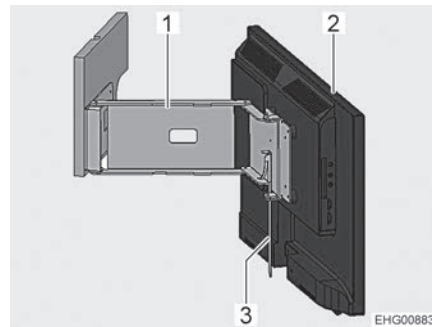

Bild 95 Flachbildschirm am Gelenkarm
- Den Hebel (Bild 95,3) umlegen. Der Gelenkarm (Bild 95,1) ist entriegelt.
- Flachbildschirm (Bild 95,2) in die gewünschte Position schwenken.